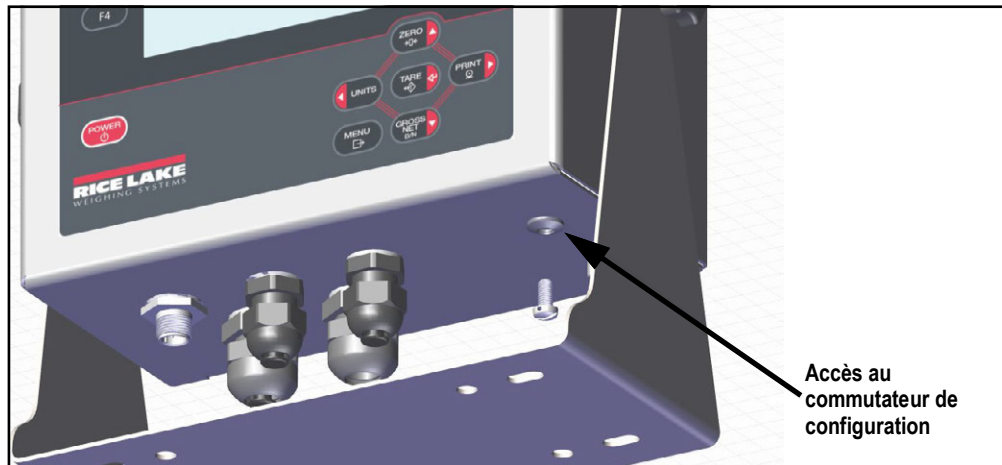

Figure 3-1. Vue de dessous – Accès au commutateur de configuration
- Pour prévenir l'utilisation de la touche **Menu** pour accéder au mode configuration et d'étalonnage, plutôt que de requérir à l'utilisation du commutateur de configuration scellable de l'extérieur et situé à l'intérieur du boîtier (Figure 3-1, page 31), positionnez le cavalier sur **Off**